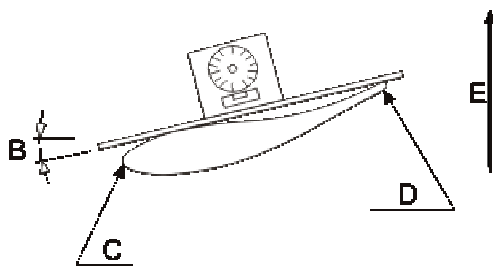

Fig. 7
Para la correcta dirección de rotación, ver Fig. 7
For the correct rotation way, see Fig. 7.
Comprobar que los abarcones formen un ángulo recto con el cubo del ventilador. Fijar el ángulo de las palas con los grados marcados sobre la arandela de fijación del cubo como se muestra en la Fig. 7.
Check that the U-bolts form a right angle with the fan hub. Fix the blade angle with a degrees level, as is shown in the Fig. 7.
- Sentido de giro. Ver Fig. 7 en Pag. 11